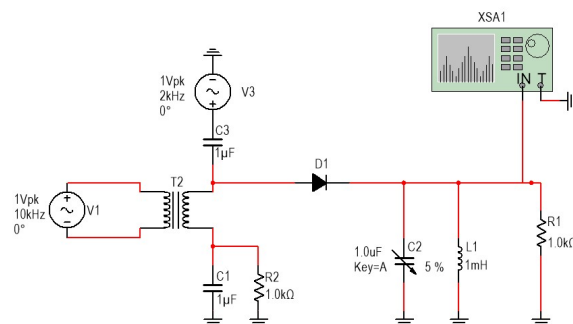

Figura 4 – Ligação de um circuito tanque para filtrar parte das frequências espúrias produzidas pelo processo de mixagem.
Ao ligar o circuito tanque ao circuito (conforme mostra a Figura 4), observa-se que ele assume a função de filtrar algumas das frequências produzidas pelo diodo e deixar passar outras. Naturalmente que poderia ser usado outro tipo de filtro (como os filtros passivos explicados anteriormente). Contudo, o uso de um tanque com um capacitor variável pode mostrar este processo de seleção da frequência desejada em tempo real com simulação conforme será tratado mais a frente neste roteiro.
- b) Se variarmos o valor de L1 para 1uH (ver Figura 4), indique o que acontece e justifique o porquê do resultado visto.